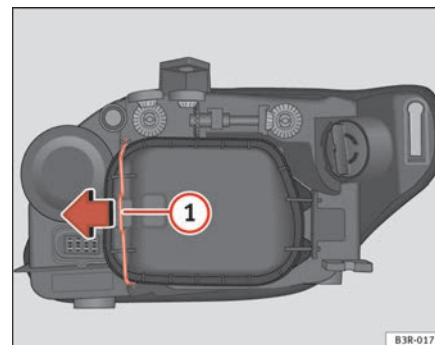

Fig. 197 Luz de posición (lado interior vehículo)
- Desplace el tirante ⇒ página 269, fig. 197 ① en el sentido de la flecha y saque la tapa rígida separando primero el lado del tirante y sacando después las dos pestañas del extremo contrario de la tapa.